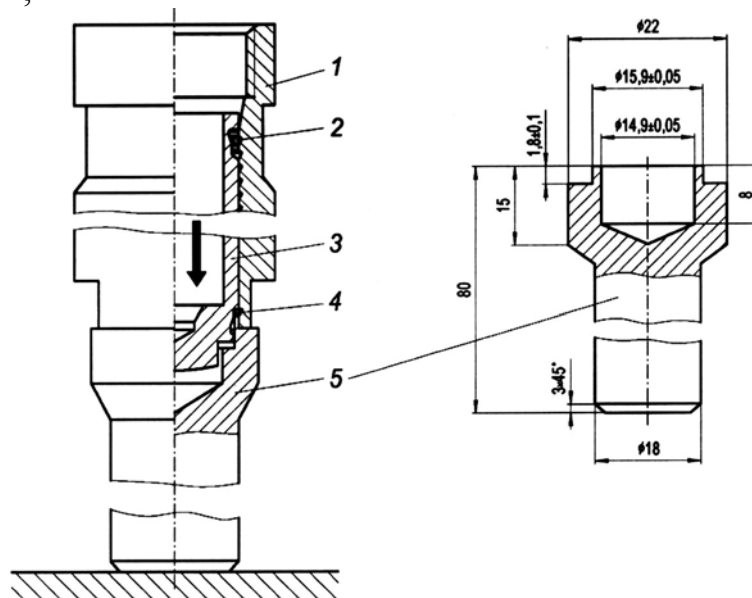

Рис. 3.1.52. «Зарядка» гидронатяжителя с помощью оправки: 1 – корпус; 2 – запорное кольцо; 3 – плунжер; 4 – стопорное кольцо; 5 – оправка
- на закрепленную вертикально оправку 5 (рис. 3.1.52) установить корпус 1 гидронатяжителя;
- на закрепленную вертикально оправку 5 (см. рис. 3.1.52) установить корпус 1 гидронатяжителя;